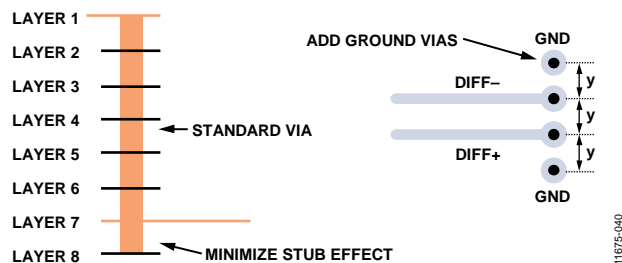

図 63.スタブの影響を小さくし、差動ストリップラインのパターンにグラウンド・ビアを追加
- 標準ビアを使う場合、最大長のビアを使ってスタブ・サイズを小さくしてください。例えば、8 層ボードで 7 層目をストリップライン対に使用します (図 63 参照)。
- 各ビア対に対してグラウンド・ビア対を隣接して配置して、インピーダンスの不連続性を小さくします (図 63 参照)。